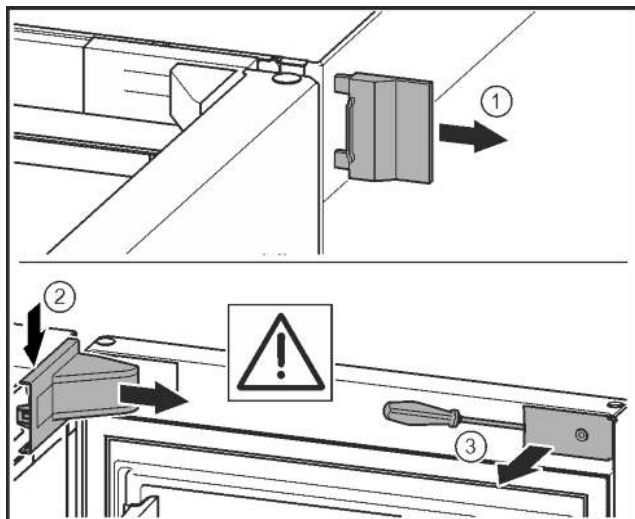

Fig. 9
- Снять внешнюю крышку. Fig. 9 (1)
- При помощи отвёртки освободить крышку опорного кронштейна и отсоединить. Снять крышку опорного кронштейна. Fig. 9 (2)
- Шлицевой отвёрткой вывести накладку из зацепления и отвести в сторону. Fig. 9 (3)